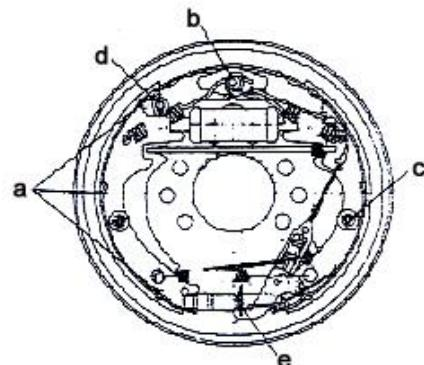
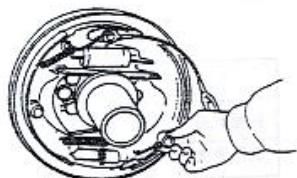

Рис. 2-27
Рис. 2-28
- (1) Смажьте внутреннюю полость и поршень тормозного цилиндра тормозной жидкостью, затем соберите поршневую пружину, манжету, поршень, защиту в нужной последовательности.
- (2) Установите тормозной цилиндр на тормозном щите.
- (3) Установите тормозной щит на ведущей оси.
- (4) Покройте места, указанные на рис. 2-27 термостойкой смазкой, будьте осторожны, чтобы не размазать масло по фрикционным накладкам.
- (5) Используйте Е-образное стопорное кольцо, чтобы закрепить тросик стояночного тормоза.
- (6) Установите возвратную пружину на тормозную колодку. См. Рис. 2-28